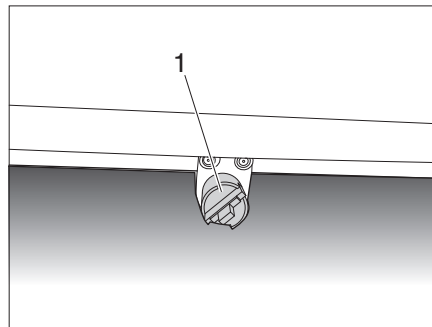
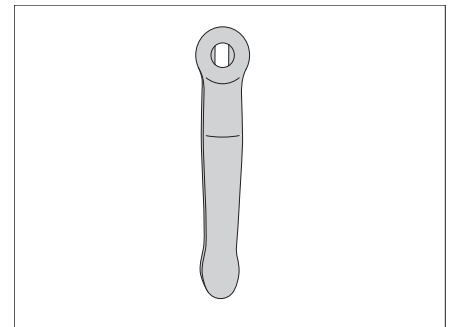
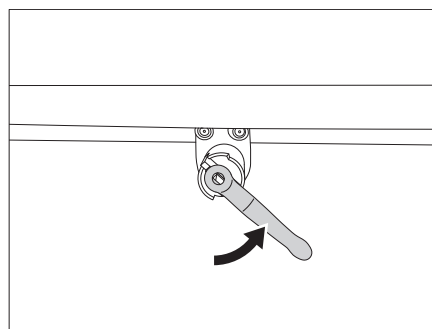

Figura 63 Desagüe del depósito de aguas residuales
Figura 64 Llave del depósito
Figura 65 Abrir el grifo para la eliminación de aguas residuales
- Insertar la llave del depósito (Figura 64) en el dispositivo de desagüe (Figura 63,1).
- Para abrir el grifo para la eliminación de aguas residuales, girar un cuarto de vuelta en sentido antihorario (Figura 65) la llave del depósito (Figura 64).
- Para cerrar el grifo para la eliminación de aguas residuales, girar la llave del depósito (Figura 64) en el sentido de las agujas del reloj de regreso hasta el tope.
- Asegurarse de que el orificio de drenaje en el interior del depósito de agua potable (Figura 61), el grifo para la eliminación de aguas residuales (Figura 63, 1) y la válvula de seguridad de la caldera de agua caliente esté cerrada.